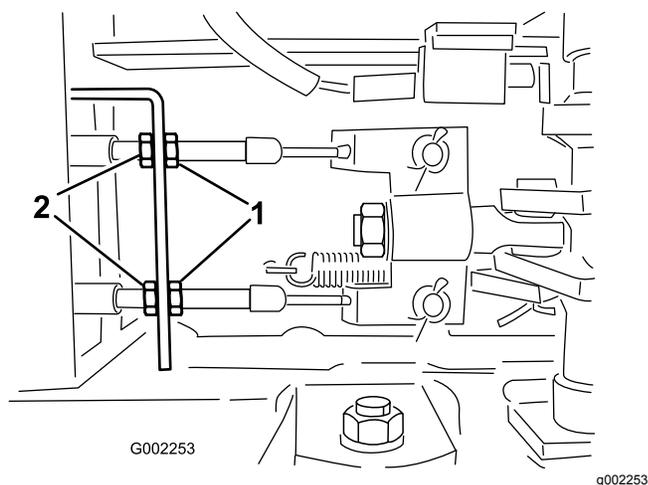

Figura 87
- Chiudete la valvola di spurgo (Figura 87).
5. Allentate i dadi anteriori sui cavi dei freni sotto l'estremità anteriore dell'irroratrice (Figura 87).
6. Serrate i dadi posteriori allo stesso modo fino a quando il pedale del freno non si sposta di 1 - 2 cm, prima di avvertire resistenza (Figura 87).